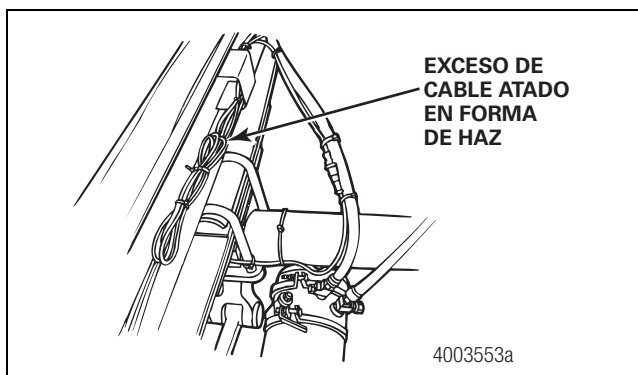

Figura 8
9. Haga un atado en forma de lazo con el exceso de cable. Figura 8.